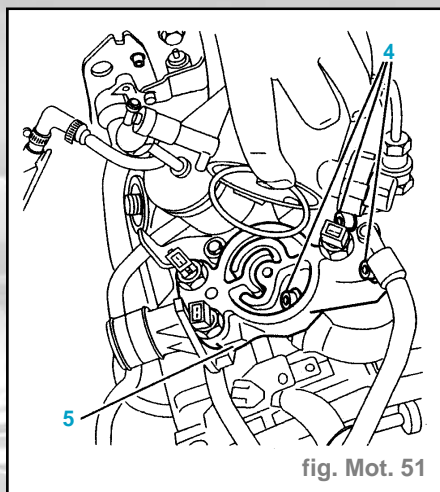

fig. Mot. 51
- Déposer : (fig. Mot. 51)
- les vis (6),
- le boîtier de sortie d'eau (7).